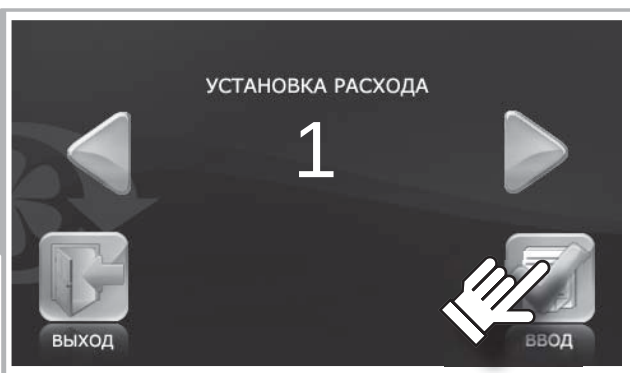

Рис. 9. Установка расхода
- установите необходимую скорость кнопками (рис. 9);
- затем нажмите кнопку **ВВОД** (рис. 9);